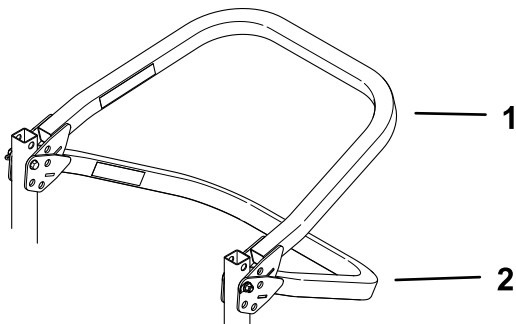

Bild 19
**Hinweis:** Es gibt zwei abgesenkte Stellungen, wie in Bild 19 dargestellt.